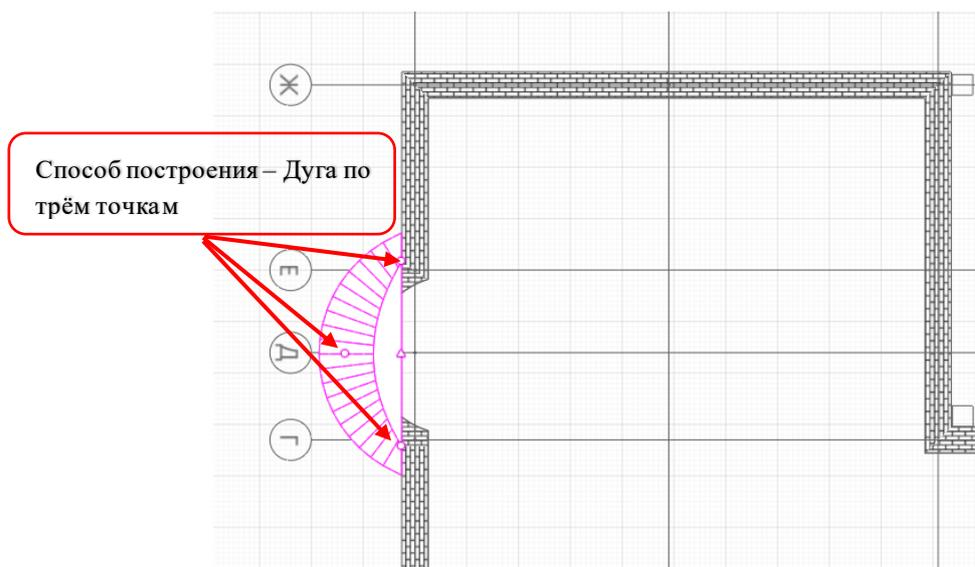

Рис. 3 Построение крыши над дуговой стеной
3. Для построения выбираем инструмент **Крыша** . Начнем строить крышу над дуговой стеной. Выбираем способ построения - **Дуга по трём точкам**, в панели **Сегмент** значение **Свес - 500 мм.**, форма – **Скат**. Для завершения построения изменим способ построения на – **Прямая по двум точкам** и в панели **Сегмент** значение **Свес – 0 мм.**, форма – **Скат** (рис. 3). Для завершения построения нажмем **ENTER**.